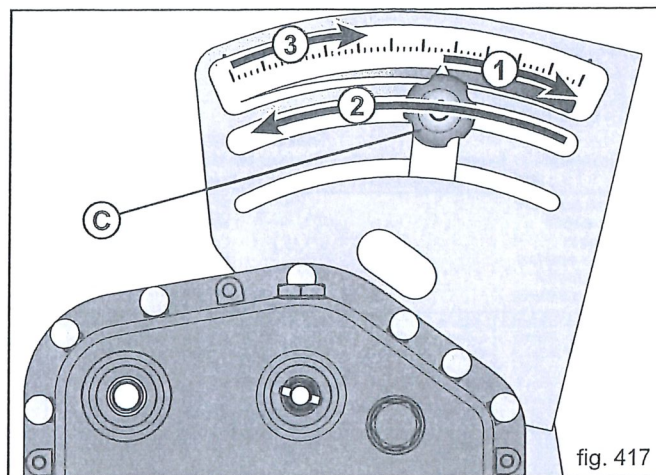

fig. 417
- 5) Løsn fastgøringsskruen på gearets justering (C, Fig. 417), bring derefter grebet op på fuld skala «50» (1), sæt det tilbage i «0» (nul) (2) og placér det derefter ud for den fundne værdi (3) (baseret på den mængde produkt, der skal spredes), ved hjælp af justeringsknoppen. Fastgør gearjusteringens fastgøringsskrue igen.